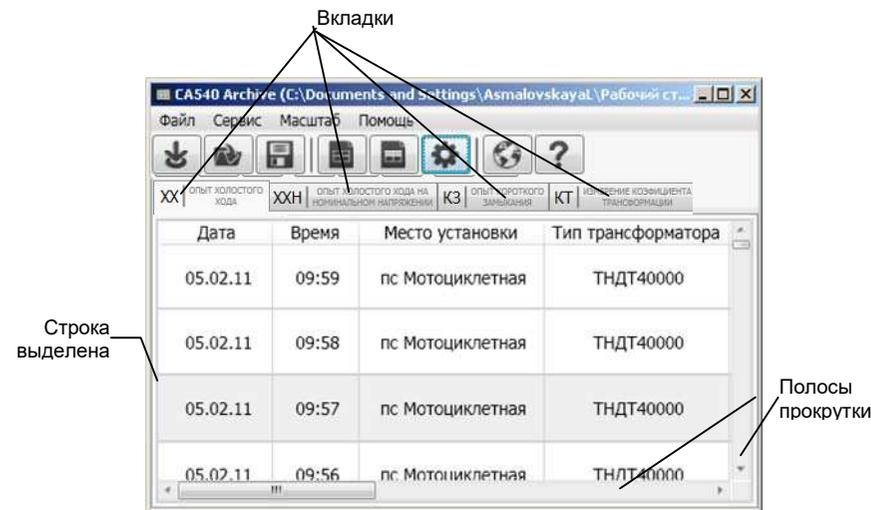

Рисунок 6.92
6) Для экспорта записей с результатами измерений в Excel открыть вкладку, данные которой будут экспортироваться, (рисунок 6.92) и щелкнуть по кнопке "Экспортировать в Excel" . Для экспорта части записей, их предварительно следует выделить с помощью одновременно нажатых мыши и клавиши **Shift** (поряд) или **Ctrl** (вразнобой), а затем щелкнуть по кнопке "Экспортировать в Excel выделенное" . На экране в программе Excel откроется файл с расширением .xls. Его содержимое можно скопировать с помощью стандартных опций копирования ( **Ctrl** + **C** , **Ctrl** + **V** ) в программу Word или Excel для создания "Протокола измерений", его редактирования и печати.